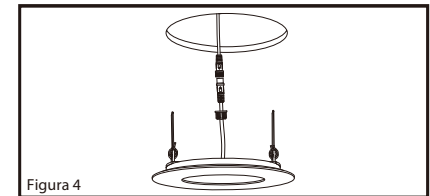

Figura 4
5. Sube los ganchos de resorte en luz empotrada hacia arriba y a través del recorte. Los ganchos de resorte deben de cerrarse sobre el techo y asegurar el módulo LED empotrado en su lugar. (Figura 4)